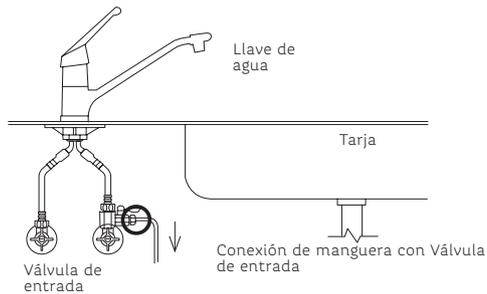

Figura 13.
4. Conecta un codo de conexión rápida a la entrada del Purificador. (ver Figura 13).